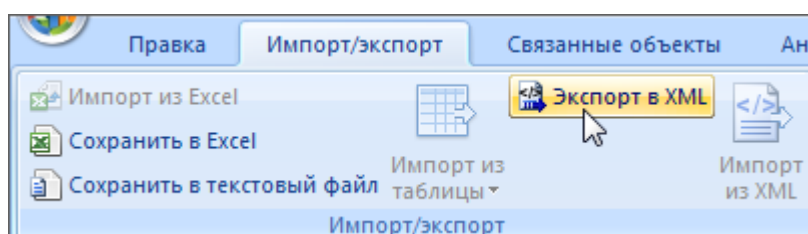

Рис. 13-394 – Импорт состояний из XML файла
1) Выбрать в связанном окне «Состояния» для экземпляра ВС те состояния, которые нужно сохранить в файл, и нажать кнопку «Экспорт в XML» панели «Импорт/экспорт» (рис. 13-394).